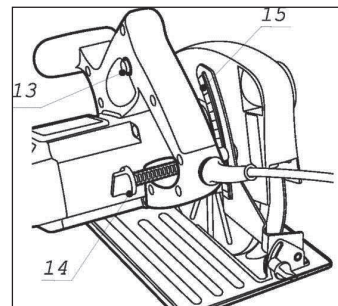

Рис. 3
Установка глубины пропила производится подъемом/опусканием корпуса пилы относительно основания пилы (1), контролируется по шкале (15) и фиксируется винтом (14) (*Рис.3*). Глубину пиления нужно установить так, чтобы зубья пильного полотна выступали из-под заготовки не больше чем на высоту зуба. Чем меньше выступает зуб, тем ровнее рез.
ПРИМЕЧАНИЕ. При наклонной распиловке значение глубины пропила, устанавливаемое по шкале 15 (рис.3), не совпадает с истинным значением. В этом случае глубину пропила следует измерять от вершины пильного зуба до кромки стола с помощью мерительного инструмента.